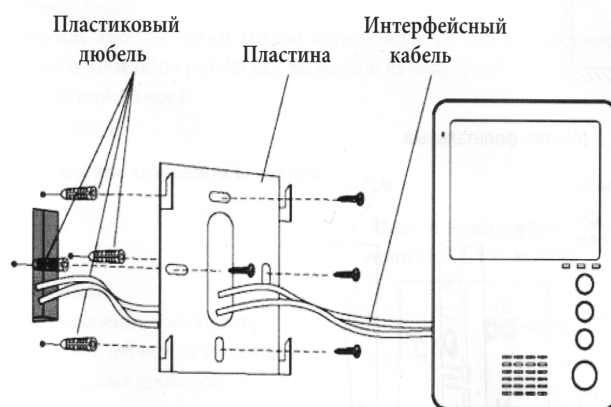

Рис. 2. Схема монтажа видеомонитора.
- е) Закрепите видеомонитор на заранее подготовленном месте с помощью прилагаемого комплекта крепежа (рис. 2).